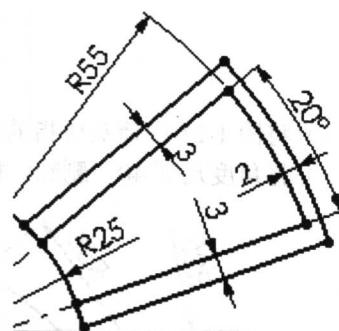

图 1-27 标注尺寸
- 7) 用“智能尺寸”标注尺寸，如图 1-27 所示。并将两个尺寸值 3 修改成 0.0001。单击图标按钮退出草图绘制。